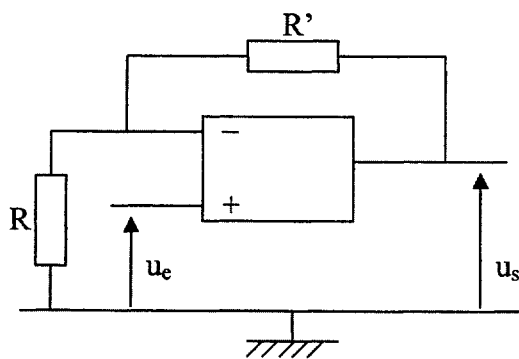

Figure 6
2. La courbe de réponse du capteur à infra-rouge à un échelon de température est donnée sur la figure 6 du document réponse 3 page 10. Déterminer graphiquement le temps de réponse  $t_{95\%}$  du capteur.